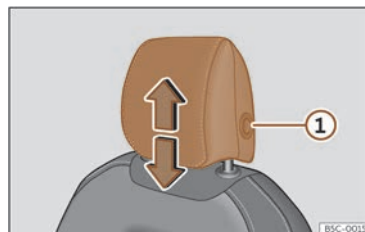
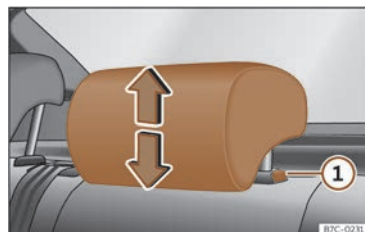

Abb. 100 Vordersitz:
Abb. 101 Kopfstütze hinten:
- Fassen Sie die Kopfstütze seitlich mit beiden Händen und schieben Sie sie nach oben, bis sie in der gewünschten Position einrastet. Gehen Sie zum Absenken auf gleiche Weise vor und drücken Sie die seitliche Taste ① >>> (Abb. 100), >>> (Abb. 101).